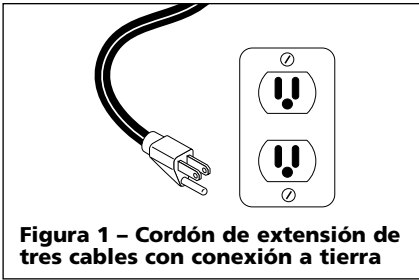

Figura 1 – Cordón de extensión de tres cables con conexión a tierra
- Este producto requiere un circuito con conexión de descarga a tierra de 120 V, 15 Amp. y exige el uso de un cordón de extensión de tres cables con conexión a tierra que se encuentre en buenas condiciones (vea la figura 1). (Nota: Consulte el cuadro siguiente para obtener los largos adecuados para el cordón de extensión. Si el tipo de cordón de este equipo no calza en los receptáculos de corriente disponibles, haga que un electricista calificado instale un receptáculo de corriente adecuado.